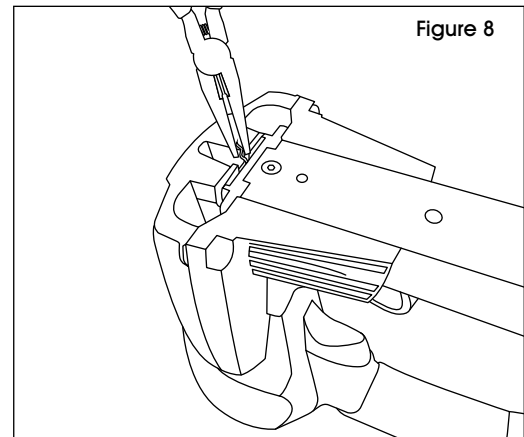

Figure 8
1. Saisissez l'agrafe avec une pince plate à la sortie de la plaque à buse. (Voir Figure 8)
2. Retirez soigneusement l'agrafe avec la pince plate. (Voir Figure 8)